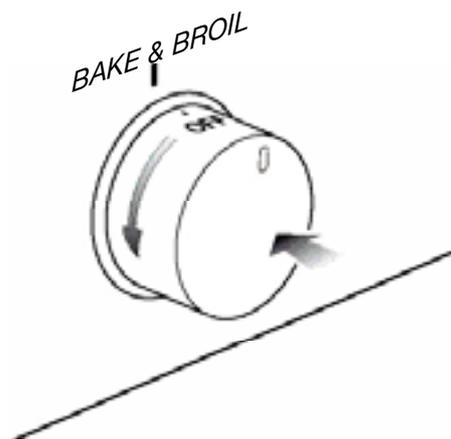

Fig. 3.3 Bouton de commande du four
2) Appuyez complètement sur le bouton de commande du four et, en le maintenant enfoncé, tournez-le dans le sens antihoraire (fig. 3.3), jusqu'à la position maximale 8.